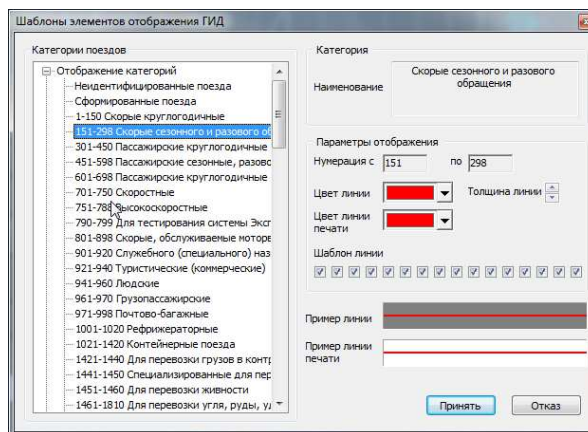

Рис.332. Пример настройки отображения нити
- Для выбора настраиваемой категории поездов щелкните «мышью» в соответствующем поле раздел «Отображение категорий» (см. рис. 332.).